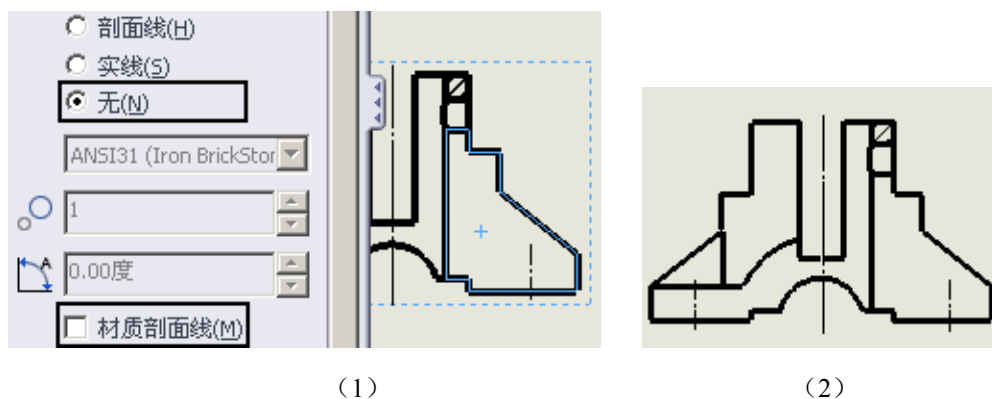

图 3-21 不显示剖面线
鼠标左键单击创建的“断开的剖视图”下部的视图区域，在界面左侧出现“断开的剖视图”对话框。如图 3-21 (1) 所示，去除“材质剖面线”选项，勾选“无”，单击“确定”图标，则不显示选中部分的剖面线，结果如图 3-21 (2) 所示。